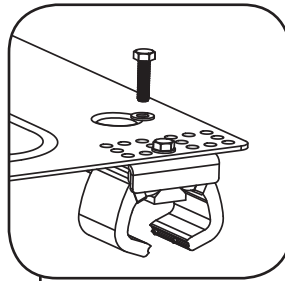

Fig. 4a
1. Una vez determinado el espacio de las juntas de chapa, fije un ensamblado de abrazaderas (X11018) a cada uno de los cuatro vértices de la base tal como se muestra en la Fig. 4a. Inserte cada tornillo a través de la arandela y del orificio de montaje de la base y en el orificio correspondiente en la barra de ensamblado de abrazaderas. No ajuste hasta que la base esté colocada sobre el techo de juntas de soporte.